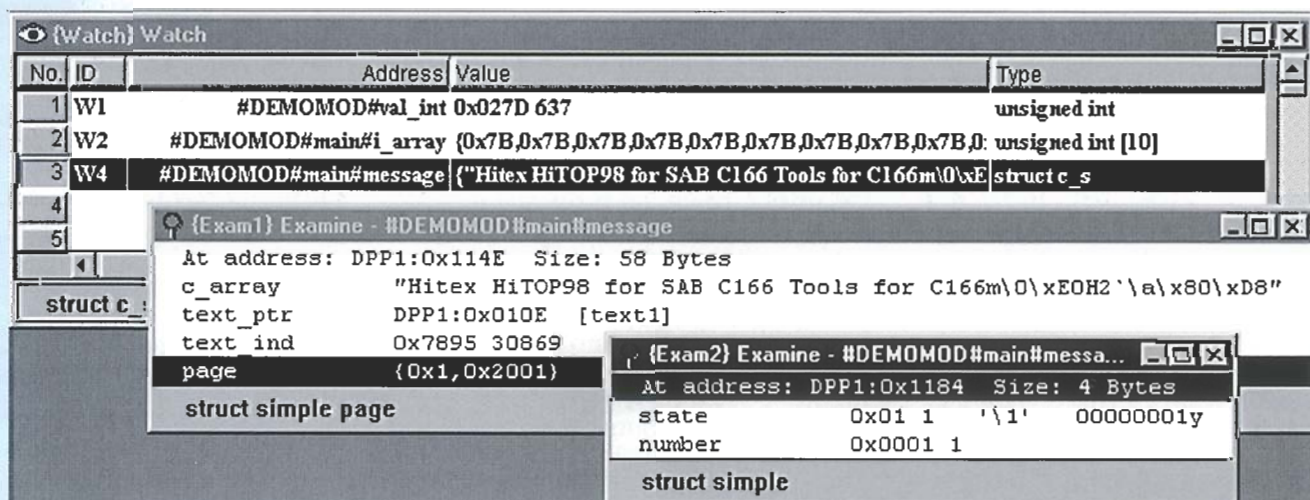

Figura 1. Ventanas para ver y examinar variables.
Figura 1. La tensión en el terminal 'low in' del medidor es ' $U_s - 2,8\text{ V}$ ', lo cual significa que la del terminal 'high in' debe alcanzar un valor idéntico.
La razón para que la tierra del medidor deba aislarse de la parte que realiza la medida se puede entender mejor si observamos la Figura 1. En ella, el medidor se trata como una caja negra con dos entradas para la alimentación y otras dos para la magnitud que se mide. El terminal 'low in' está a la tensión de alimentación menos 2,8 V. Esto significa que si el medidor y la fuente de señal están unidos a la misma tierra, el valor de la magnitud que se mide se tiene que elevar a $U_s - 2,8$ (V).
En la ventana de visualización pueden verse un número de objetos individuales (simples o complejos) en el formato adecuado. Con variables complejas, por ejemplo, arrays o estructuras, estos pueden verse resueltos en las llamadas ventanas 'Examine' (ver Figura 1).